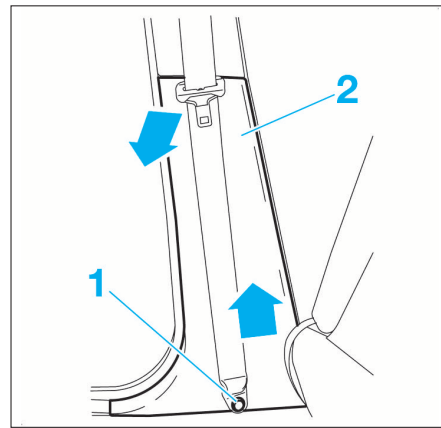

FIG. 7
- Déposer le cache puis dévisser la fixation (1). Accompagner la sangle pour l'enrouler (Fig.7).
- Dégrafer la garniture inférieure (2) en commençant par le haut puis la dégager du montant de pied de milieu en tirant à la verticale.